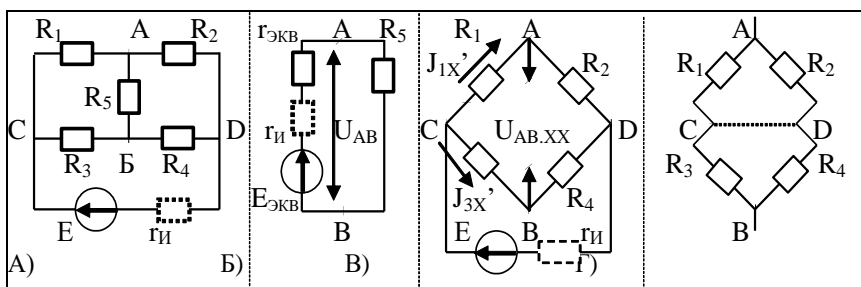

Рис. 2. Схема моста (А), ее эквивалент (Б), и условия определения R моста.
**Решение.** В соответствии с теоремой об эквивалентном генераторе - воздействие всей цепи на рассматриваемую ветвь с ( $r_5$ ) можно заменить воздействием эквивалентного генератора (рис. 2.б), у которого  $E_{ЭКВ} = U_{AB,XX}; r_{ЭКВ} = r_{AB,XX} = r_{ВЫХ}$ .
Для определения  $U_{AB,XX}$  разомкнем ветвь с резистором ( $r_5$ ): (рис. 2.в)